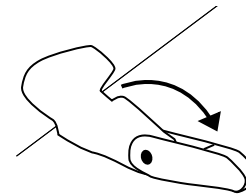

fig. 11: Omklappen beugel
- Open de ovendeur en klap de metalen beugels van het beide scharnieren terug (zie fig. 11).